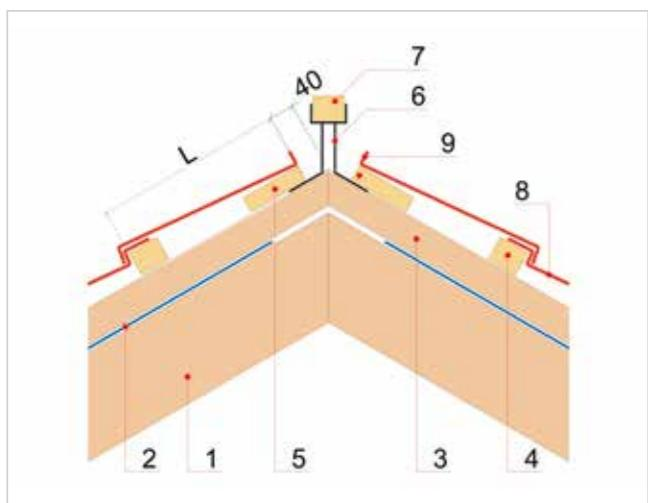

Рисунок 20
5.5.4 При монтаже верхних неполноразмерных панелей измеряется расстояние ( $L$ ) от нижнего края нижнего бруска до верхнего края верхнего бруска шаговой обрешетки (линия сгиба) (Рисунок 20). К этому расстоянию добавляется 20 мм (линия реза). Панели подгибаются и режутся, далее крепятся к нижнему и верхнему брускам шаговой обрешетки.